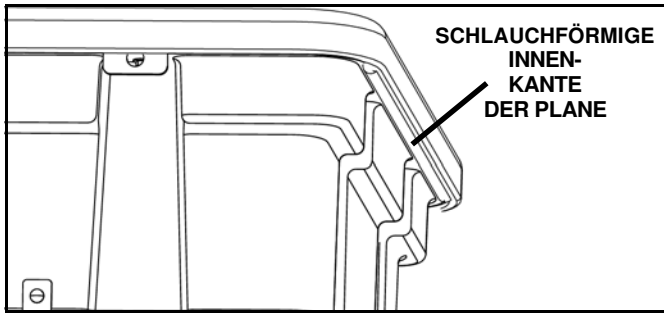

Abb. 1-5
7. Spannen Sie die Plane über den Streuer sodass die schlauchförmige Planeninnenkannte straff unter der Trichterlippe sitzt. (Siehe Abb. 1-5).